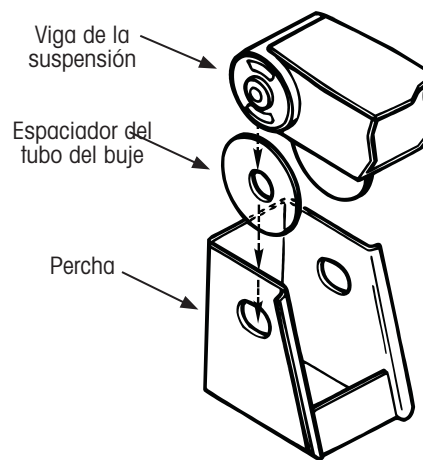

Figura 22: Instalación de viga de la suspensión
3. **Coloque** los bujes pivote de la viga de la suspensión en las perchas. En este momento, **instale** los espaciadores de tubo del buje pivote. (Figura 22).